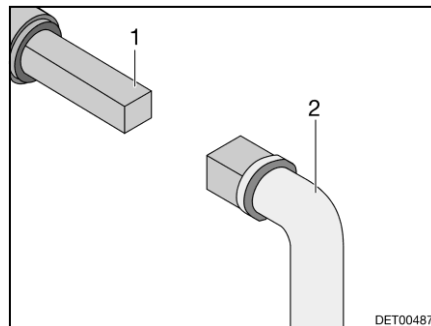

Fig. 65 Utilisation du robinet d'évacuation des eaux usées
- Insérer la clé (Fig. 65,2) sur la vis à quatre pans (Fig. 65,1).